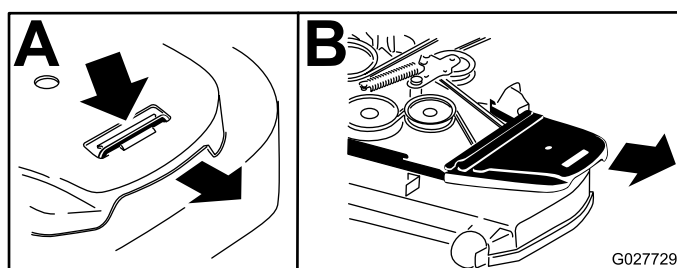

Figure 97
5. Retirez le couvercle de courroie en plastique (Figure 97).
4. Déposez les protège-courroies (Figure 97).